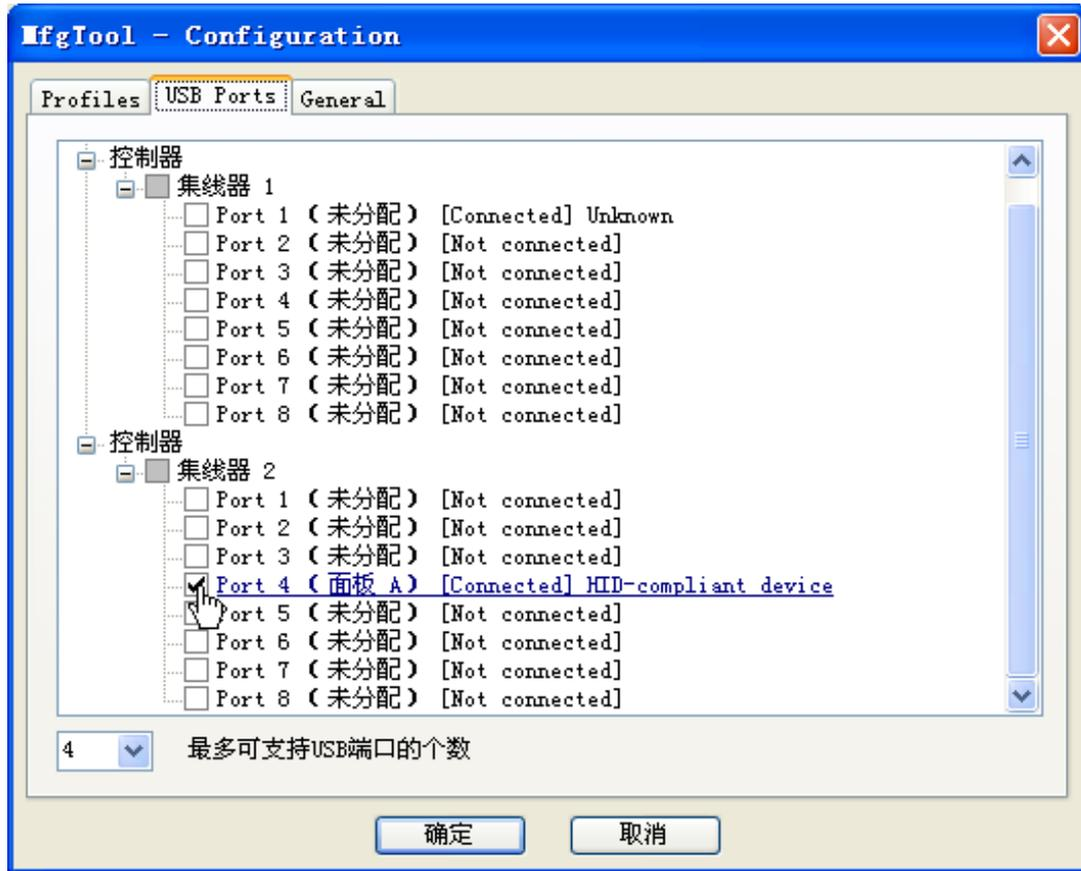

图 3.3 勾选连接的 HID-compliant device
5. 切换到“USB Ports”标签，勾选已经连接上的的“HID-compliant device”（即 EasyARM-iMX283 设备）；然后点击“确定”，如图 3.3所示；